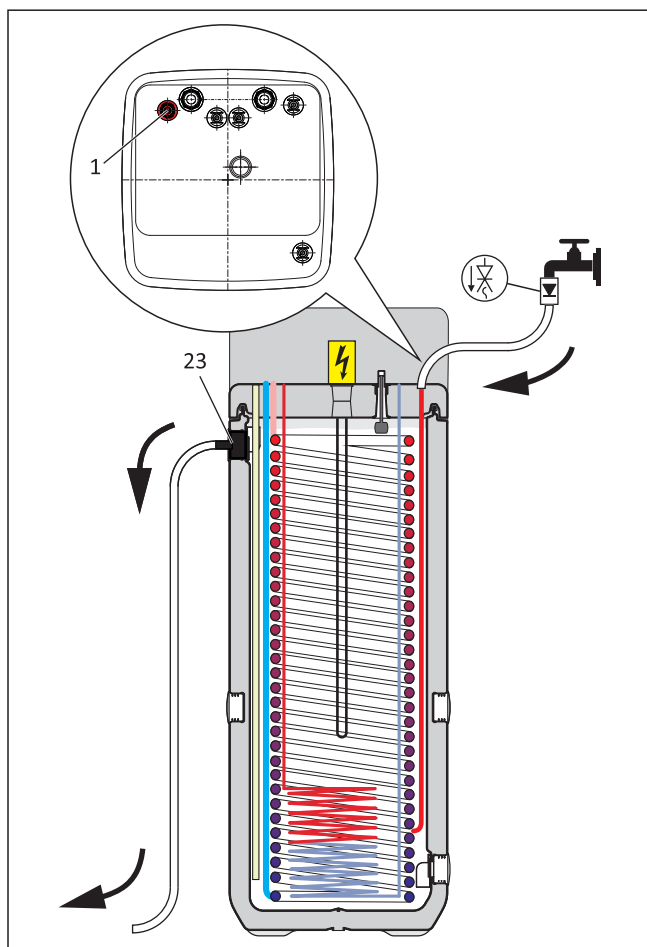

Fig. 9-1 Riempimento serbatoio ad accumulo - senza sistema solare
- Collegare tubo di riempimento con sistema antiriflusso (1") al collegamento "p=0 Solare - procedura" (cfr. fig. 9-1, pos. 1).
- Riempire il serbatoio ad accumulo di DAIKIN EKHHP fino a che l'acqua non fuoriesca dal collegamento (fig. 9-1, pos. 23), connesso come troppopieno di sicurezza.